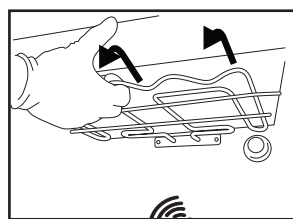
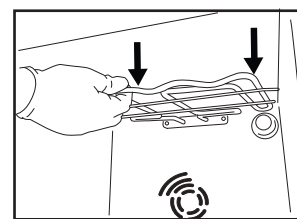

Fig. 1
Fig.2
2. Tirez légèrement l'élément chauffant (Fig. 1) et abaissez-le (Fig. 2).